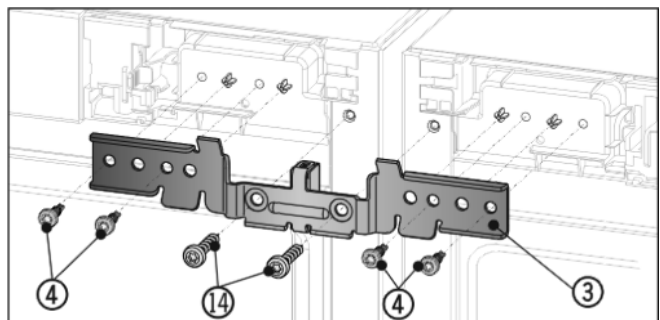

Fig. 7
- ▶ Надвинуть угол Fig. 7 (3) с помощью распорной детали между устройствами и на штыри. Слегка прикрутить угол четырьмя винтами Fig. 7 (4) и ранее выкрученными винтами заземления Fig. 7 (14) поочередно справа и слева.